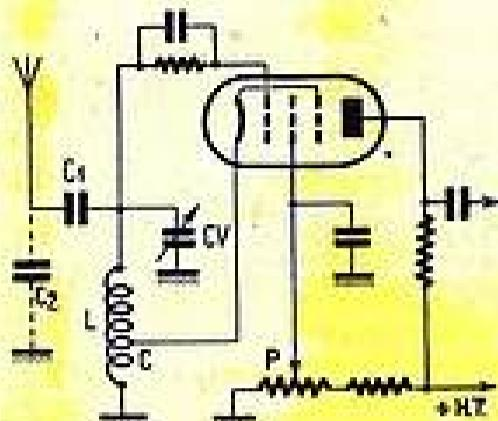

Fig. 1. — Principe de la détectrice.
La détectrice à réaction, qui est, par excellence, le récepteur économique du débantant, a toujours gardé la faveur des innombrables techniciens « en herbe » et nous ne pouvons guère faire autrement que de décrire une réalisation moderne de ce montage utilisant les nouvelles lampes Ristock. Le principe que nous adoptons est celui de la détectrice ECO, ou « électron couplé », dont la figure 1 nous donne le schéma de base. Le bobinage L, accordé par le condensateur variable (CV) comporte une